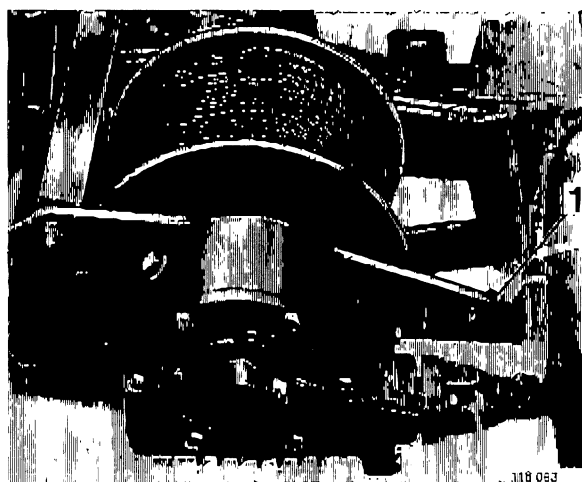

Bild 39. Konsol för snäckväxel
11. Lossa spännskruven vid konsolens främända bild 39.